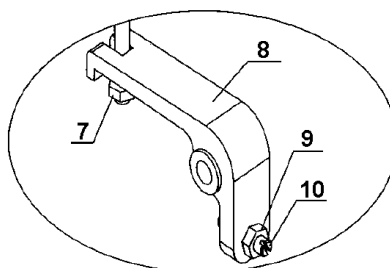

Fig. 4
- 3.8 O parafuso (10) na Fig. 4, é usado para a regulação do transportador. Caso o transportador não esteja mantendo a posição, girar o parafuso no sentido anti-horário antes de novo manuseio. Caso o transportador não efetue o movimento de descida quando o acionador estiver na posição **A**, girar o parafuso no sentido horário para permitir a descida da estrutura. Repetir o procedimento até que o acionamento de descida esteja perfeito. Concluída a regulação, fixar a porca sextavada (9) que funciona como trava.